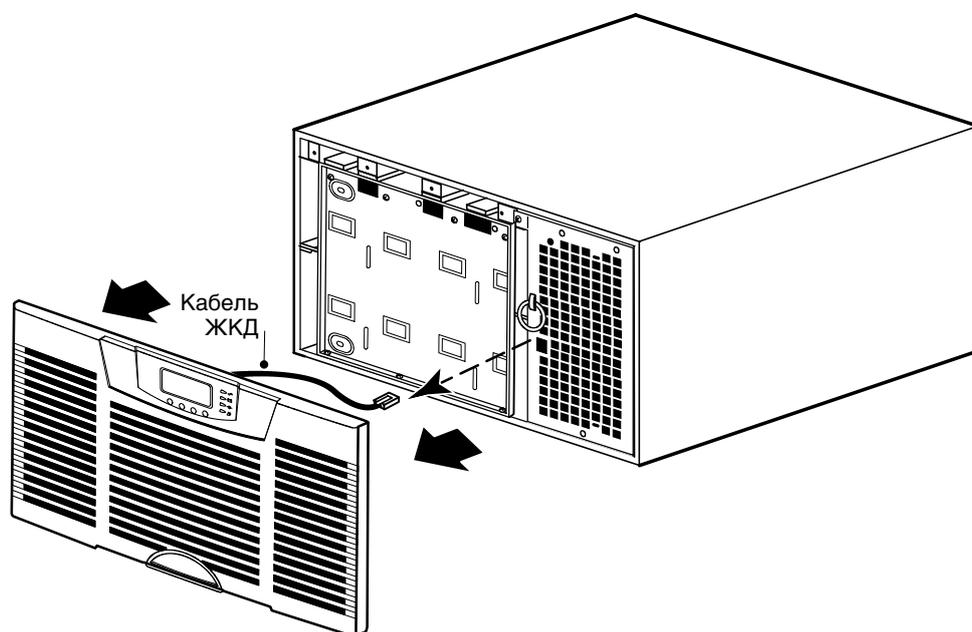

Рисунок 52. Снятие передней крышки ИБП
2. Снимите переднюю крышку ИБП и отложите ее в сторону (см. Рисунок 52):